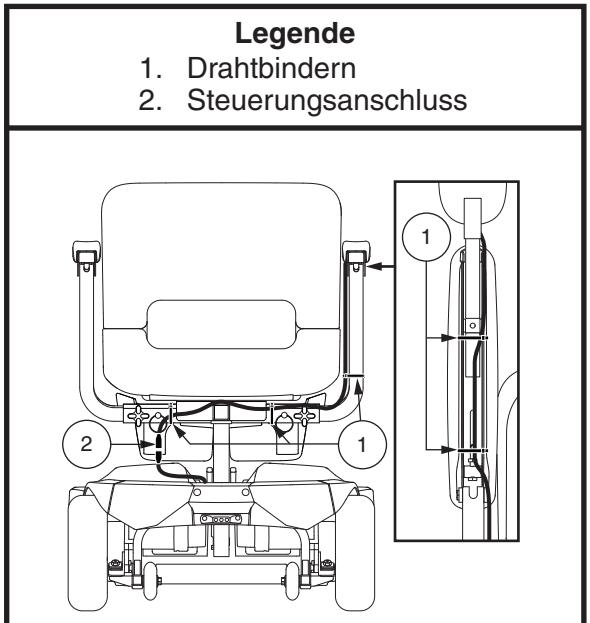

Abb. 5. Sitzeinbau
2. Plazieren Sie den Sitz auf der Sitzstütze. **Siehe Abb. 5.**
7. Wenn gewünscht, das Steuergerätekabel mit den Drahtbindern an der Armlehnenaufnahme sichern. **Siehe Abb. 5.**
3. Trennen die Steuerung von der Antriebseinheit. **Siehe Abb. 5.**